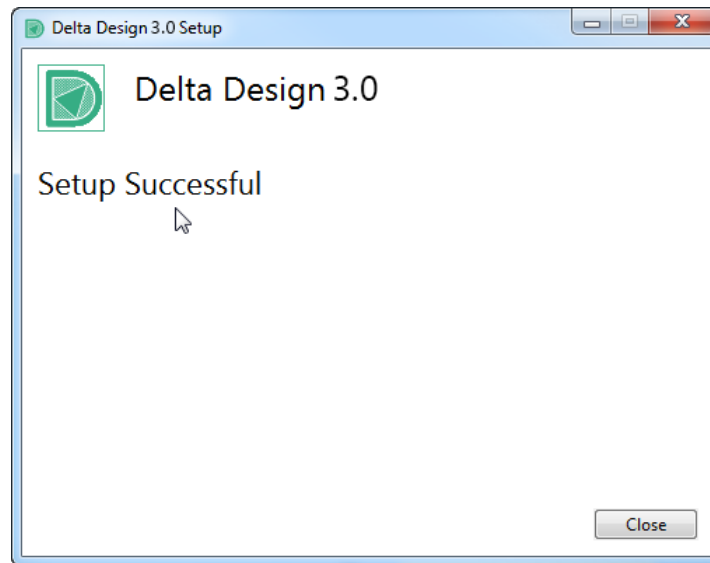

Рис. 8 Финальное окно мастера установки
6. Нажмите кнопку «Close» для завершения установки системы Delta Design и закрытия мастера, см. Рис. 8.